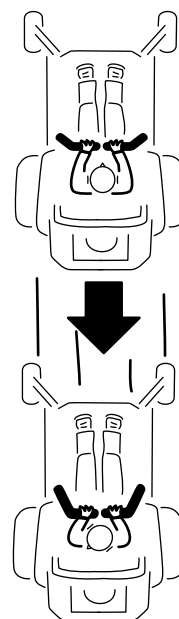

Figura 26
2. Per fare marcia indietro tirate lentamente indietro le leve di controllo del movimento (Figura 26).